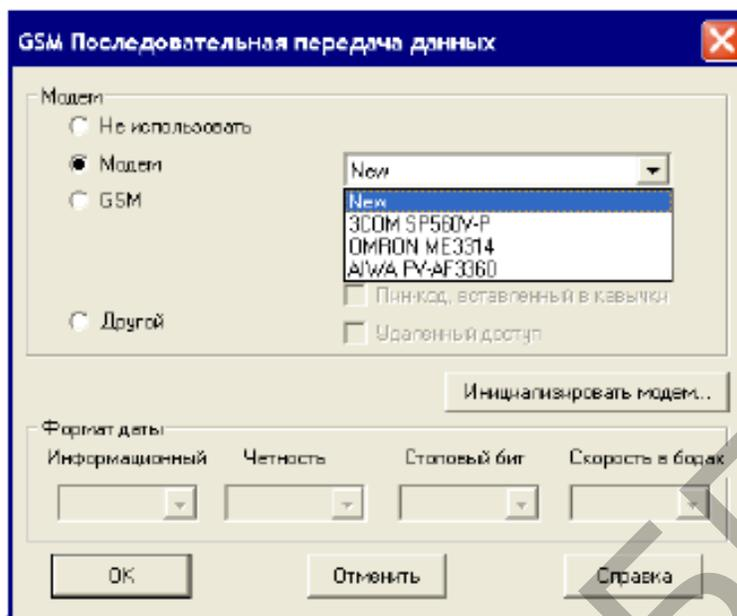

Рисунок 11.5 – Окно выбора модема
2) Щелкните на “Модем” (кнопочный переключатель), и выберите соответствующий модем из спускающегося меню (рисунок 11.5).